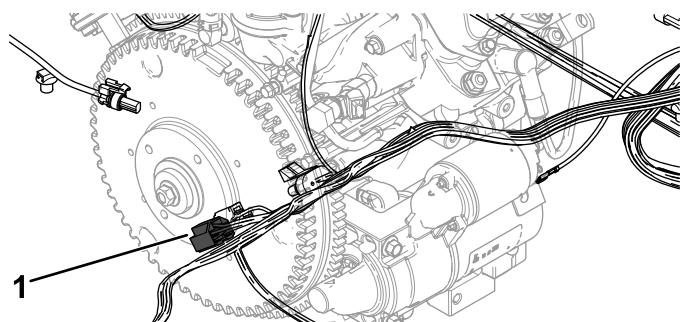

図 16
2. オルタネータのワイヤーハーネスをエンジンのワイヤーハーネスに接続する図16。